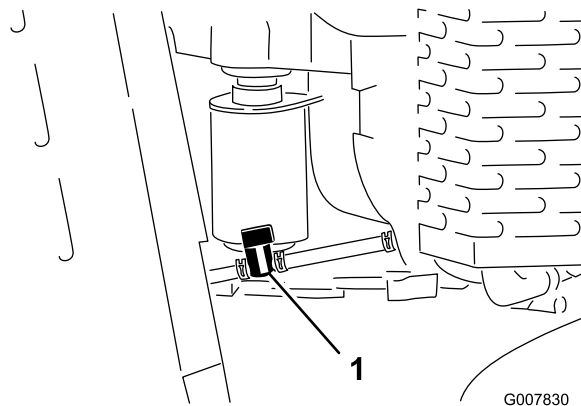

Рисунок 40
4. Поверните рычаг топливного отсечного клапана в закрытое положение (Рисунок 40).
5. Сожмите концы хомута планга на обращенной к двигателю стороне отсечного клапана и сдвиньте от клапана вверх по топливопроводу (Рисунок 40).
6. Отсоедините топливопровод от клапана (Рисунок 40).
- Поверните рычаг топливного отсечного клапана в открытое положение (Рисунок 40).
- Поверните рычаг топливного отсечного клапана в закрытое положение (Рисунок 40).